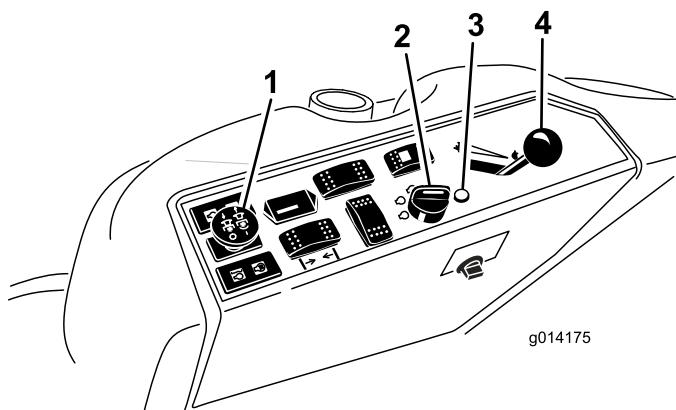

図 11
4. PTOスイッチをOFF位置にする図 11。
5. スロットルレバーを Fast と Slow の中間にセットする図 11。